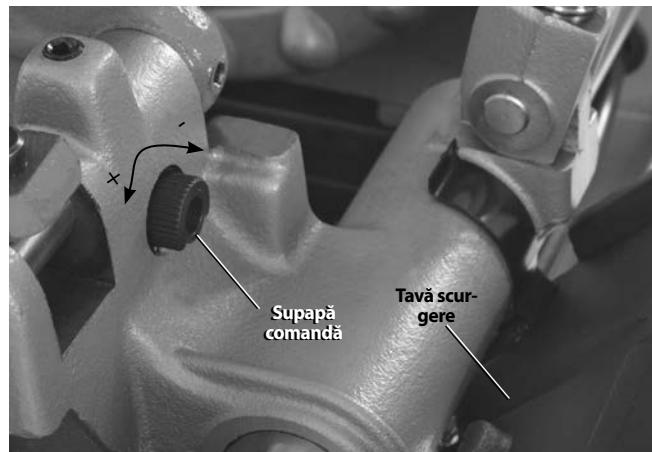

Figura 5 – Reglarea debitului de ulei
11. Verificați nivelul uleiului de filetare RIDGID. Îndepărtați tava de șpan și capitonajul țăvii de ulei; Verificați dacă ansamblul sitei-filtru este complet imers în ulei. Vezi Înțreținerea sistemului de lubrificare cu ulei. Dacă mașina este echipată cu o tavă de picurare, aveți grijă ca aceasta să fie corect amplasată pentru picurarea corectă a uleiului de pe capul-filieră în tava de șpan (vezi Figura 5).
- Așezați capul-filieră în poziția de utilizare. Țineți apăsat întrerupătorul cu pedală. Verificați debitul de ulei peste capul-filieră: Ridicați piciorul de pe întrerupătorul-pedală. Debitul de petrol poate fi reglat cu supapa de comandă pe cărucior (Figura 5). Rotirea în sens orar micșorează debitul, și în sens antiorar mărește debitul. Nu reglați în timpul funcționării mașinii.